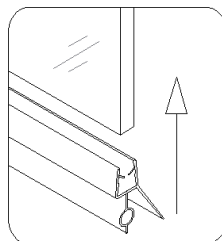

Рис. 7
6. После того как герметик окончательно высохнет, закрепите водоотталкивающую нижнюю полосу (09) по кромке стеклянной двери. Обратите внимание: чтобы не допустить протекания воды, убедитесь, что полосы плотно прилегают к поворотному механизму. См. рис. 7